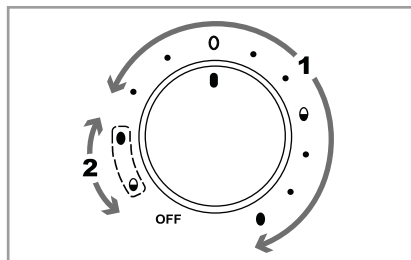

Fig. 1
- 1) Girare la manopola 9 nella posizione corrispondente al grado di durezza desiderato delle uova. Utilizzare il campo di regolazione "1" (vedere fig. 1) con i simboli e i punti che li precedono:
Per il primo processo di cottura si applica il campo di regolazione "1" con i simboli e i punti che li precedono. Per il secondo processo di cottura si applica il campo di regolazione "2" con i simboli circondati da una linea tratteggiata (vedere fig. 1).
- 2) Girare la manopola **⑨** nella posizione corrispondente al minore grado di durezza desiderato (si applica il campo di regolazione "1", vedere fig. 1). La spia di controllo **⑩** si accende e il processo di cottura ha inizio.
- 3) Non appena le uova hanno raggiunto il primo grado di durezza, quello più basso, viene emesso un segnale acustico. Per spegnere l'apparecchio, portare la manopola **⑨** in posizione "OFF". La spia di controllo **⑩** si spegne.
- 4) Rimuovere il coperchio **③** e prelevare con cautela il numero di uova desiderato che dovevano essere cotte con il grado di durezza più basso.
- 5) Ricollocare il coperchio **③** e girare la manopola **⑨** nella posizione all'altezza dei simboli circondati da una linea tratteggiata (campo di regolazione "2", vedere fig. 1), i quali corrispondono al grado di durezza desiderato delle uova rimaste nell'apparecchio: